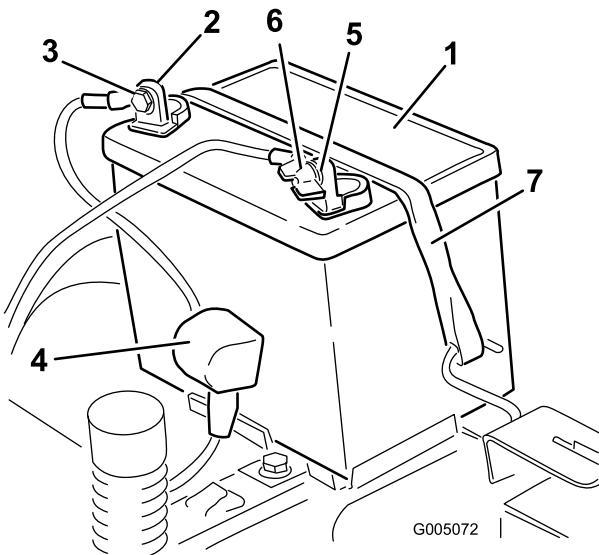

Figura 38
4. Desconecte el cable negativo de tierra (negro) del borne de la batería (Figura 38). Guarde todos los herrajes.
5. Deslice hacia arriba la cubierta de goma del cable positivo (rojo). Desconecte el cable positivo (rojo) del borne de la batería (Figura 38). Guarde todos los herrajes.
6. Retire la correa de sujeción de la batería (Figura 38) y levante la batería para retirarla de su bandeja.
1. Coloque la batería en la bandeja, con los bornes hacia el puesto del operador (Figura 38).
5. Fije la batería con la correa de sujeción (Figura 38).